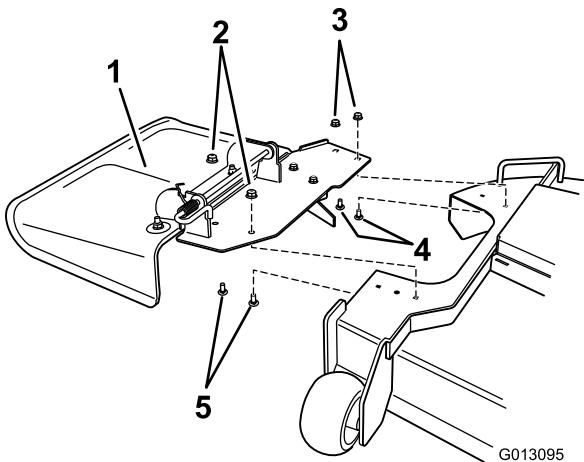

Figure 16
- Enlevez les fixations qui maintiennent le déflecteur sur le tablier de coupe (Figure 16).